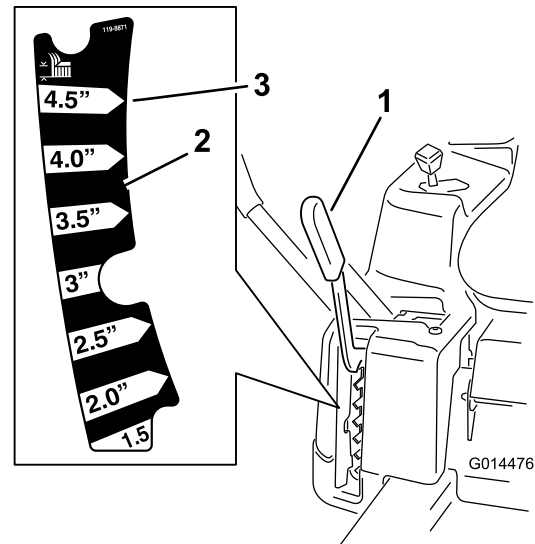

Bild 9
3. Heben Sie den Schnitthöhenhebel in die Transportstellung, Schnitthöheneinstellung von 4,5 (auch 115 mm [4-1/2 Zoll]) (Bild 9).